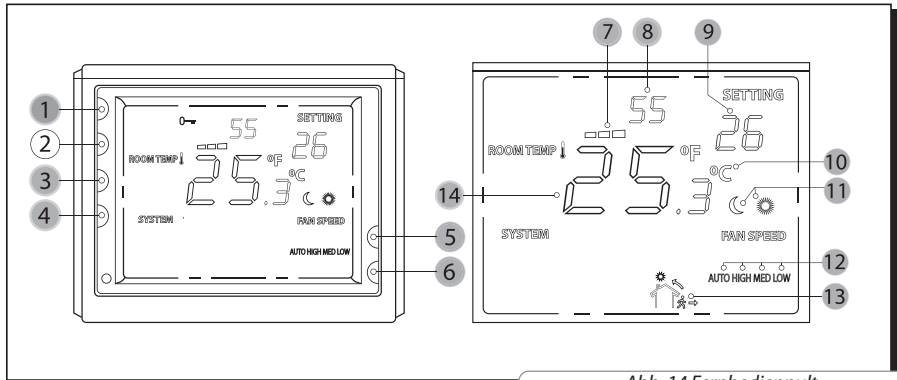

Abb. 14 Fernbedienpult
Nach der Alarmmeldung läuft die Pumpe unabhängig vom vorigen Betrieb der Anlage. Nach Alarmerkennung und deren Abstimmung drücken Sie die Starttaste (1) auf dem Bedienpult um den Alarm abzustellen, siehe Abb. 14.
Ein- und Ausschalten der Anlage erfolgt mit der Taste (1) (siehe Abb.14). Die gewünschte Luftleistung (Drehzahl des Ventilators) (high/med/low oder auto), wird mit dem fortlaufenden Drücken der Taste (3) eingestellt, dabei wird die einzustellende Drehzahl auf dem Display des Steuerungspultes angezeigt. Der Modus „Tag“/„Nacht“ wird mit der Taste (4) eingestellt. Um das System aus dem Modus „Tag“ auf den Modus „Nacht“ umzustellen, drücken und halten Sie die Taste (4) für 3 Sekunden. Im «Nacht-Betrieb» wird die am Menü eingestellte Zulufttemperatur im Rahmen von +18°C to +25°C beibehalten, dabei der Modus der Ventilatoren ändert sich nicht. Der eingestellte Modus wird auf dem Display (11) angezeigt. Die gewünschte Zulufttemperatur wird mit den Tasten (5) und (6) eingestellt, dabei wird die einzustellende Temperatur auf dem Display (9) angezeigt.